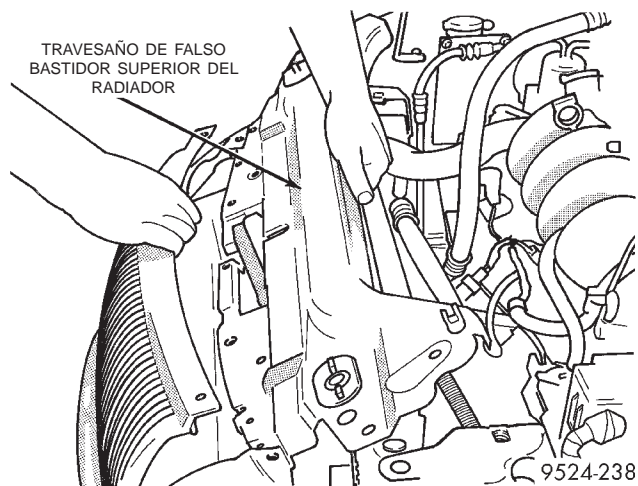

Fig. 25 Travesaño de falso bastidor que sostiene el radiador
(4) Retire el travesaño de falso bastidor superior que sostiene el radiador (Fig. 25).
(5) Retire la tubería del condensador. Utilice el juego de herramientas especiales 7193 para acoplamientos de desconexión rápida.
(6) Retire los soportes del módulo del ventilador del radiador.
(7) Retire el soporte de tubería del condensador.